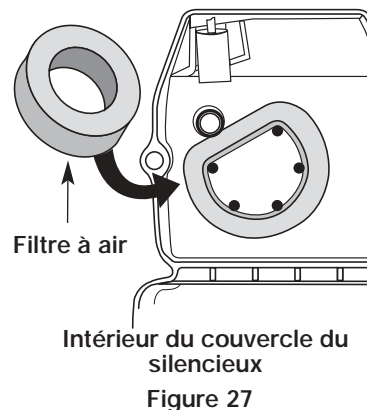

Figure 27
2. Retournez le couvercle et inspectez l'intérieur pour repérer le filtre à air. Retirez le filtre à air de l'intérieur du couvercle du filtre à air/silencieux (Fig. 27).
6. Remplacez le filtre à air à l'intérieur du couvercle du filtre à air/silencieux (Fig. 27).